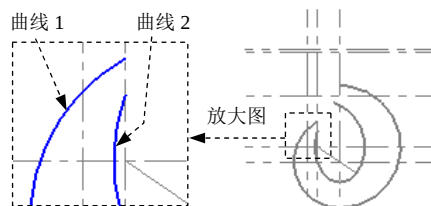

图 3.17.20 定义相切对象
(3) 定义相切曲线及绘制圆的参数。在绘图区选取图 3.17.20 所示的曲线 1 和曲线 2 为相切曲线, 然后在  文本框中输入值 14, 按 Enter 键确认。